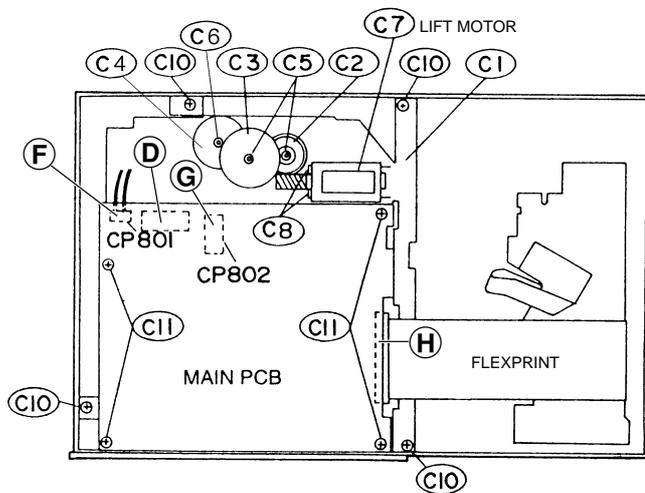

Fig. 2
- 4 Schrauben **C11** herausdrehen (Fig. 2).
- Steckverbindungen **D**, **F**, **G** und **H** lösen (Fig. 2 und 4).
- 4 Schrauben **C10** herausdrehen und Magazinschachtoberteil **C1** herausnehmen (Fig. 2).
- Kunststoffscheiben **C5** und **C6** (Fig. 2) abziehen.
- 2 Schrauben **C8** herausdrehen (Fig. 2).
- Undo the 4 screws **C11** (Fig. 2).
- Unplug the connectors **D**, **F**, **G** and **H** (Fig. 2 and 4).
- Undo 4 screws **C10** and remove the cover plate of the CD magazine compartment **C1** (Fig. 2).
- Loosen and remove the plastic washers **C5** and **C6** (Fig. 2).
- Undo 2 screws **C8** (Fig. 2).
9. Ausbau des Disc-Motors C76 (Fig. 2, 8 und 9)
- 4 Schrauben C10 herausdrehen und Magazinschachtoberteil C1 herausnehmen (Fig. 2).
9. Removing the Disc Motor C76 (Fig. 2, 8 and 9)
- Undo 4 screws C10 and remove the cover plate of the CD magazine compartment C1 (Fig. 2).